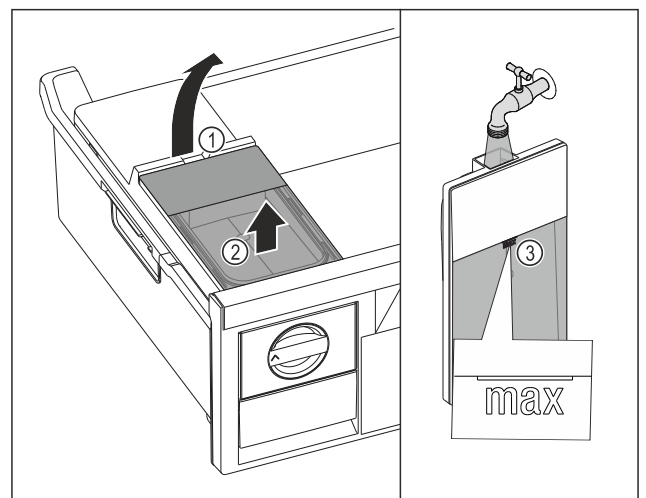

Fig. 39
- ▶ Підняти бак для води за заглиблення Fig. 39 (1).
- ▶ Вийняти бак для води рухом вгору. Fig. 39 (2)
- ▶ Наповнити бак для води питною водою до позначки Fig. 39 (3).